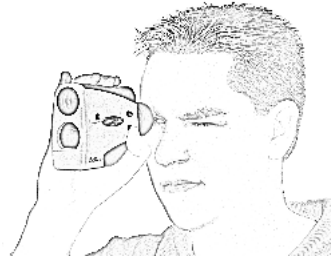

Abbildung Nr. 2
2. Drücken Sie die Taste , um das TruPulse-Instrument einzuschalten (ON).
4. Schauen Sie durch das Okular (siehe Abbildung Nr. 2) und verwenden Sie das Fadenzentrum zum Anvisieren des Ziels. Die LCD-Anzeige im Sucher sollte ähnlich wie in Abbildung Nr. 3A aussehen.